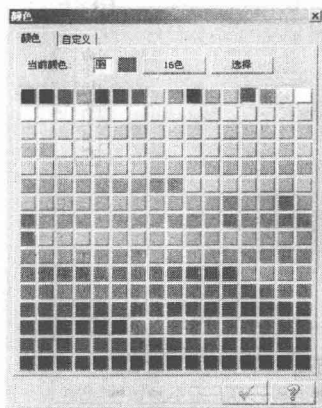
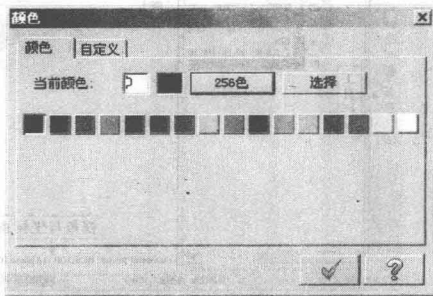

图 1-34 【颜色】对话框 (1)
图 1-35 【颜色】对话框 (2)
(1) 设置颜色。在辅助工具栏中单击 按钮，打开如图 1-34 所示的【颜色】对话框，在其中选择需要设置的颜色，图中显示的数字为色彩编号，其取值范围为 0~255。单击 按钮，可以使用 16 色模式，如图 1-35 所示。